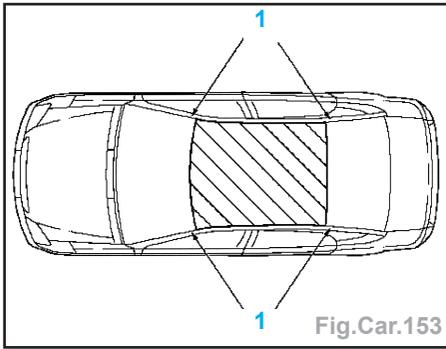

Fig.Car.153
- Décoller le cadre de toit en haut à gauche et à droite (1) (Fig.Car.153).